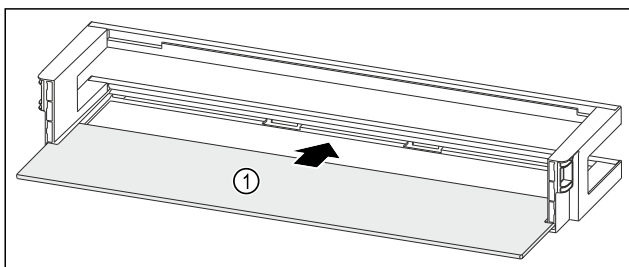

Fig. 135 Дверная полка со съемной полкой
- ▶ Вдвиньте съемную полку Fig. 135 (1) в боковые пазы.